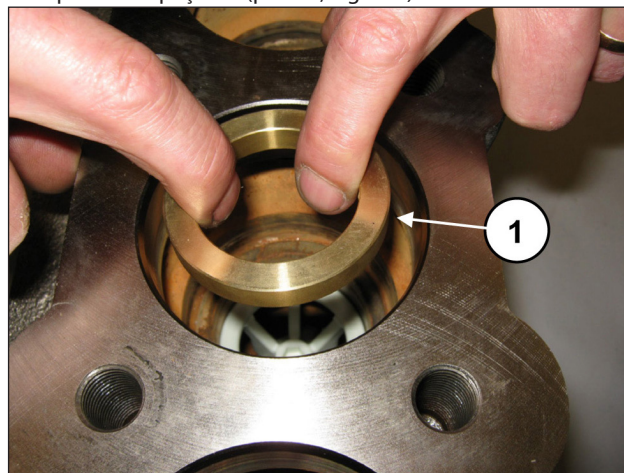
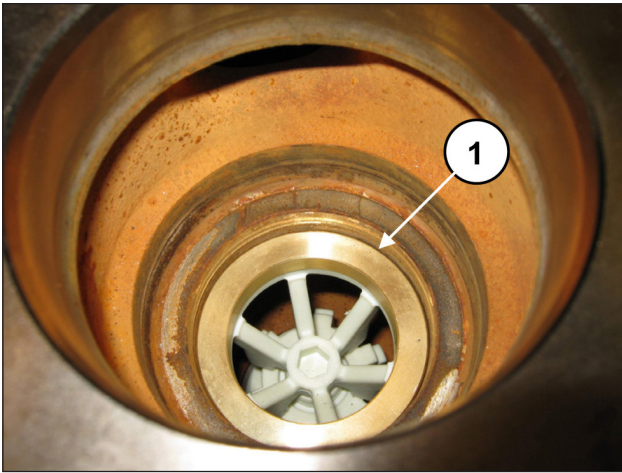

Fig. 121
Fig. 122
Insira o anel espaçador no local da válvula (pos. ①, Fig. 121), em apoio ao espaçador (pos. ①, Fig. 122).